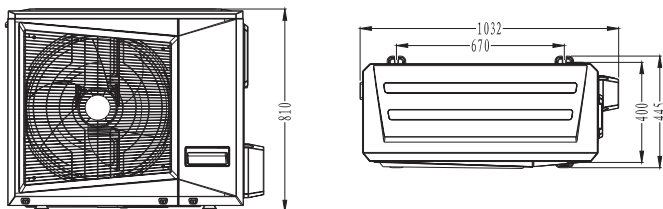

Рис. 3-2 Размеры наружного блока
2. На рис. 3-2 представлены размеры моделей KVM100HZAN1.